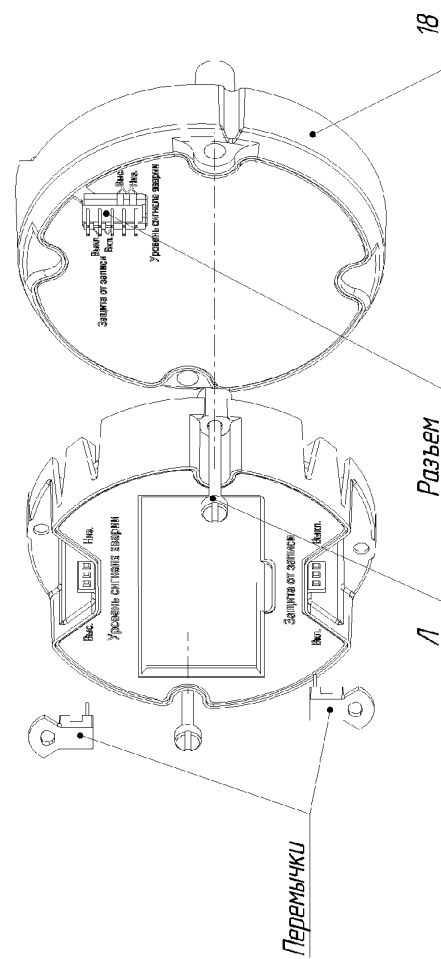

Рисунок 4 – Электронный преобразователь
Электронный преобразователь (рисунок 4) размещен внутри корпуса 10. Корпус закрыт крышками 5, 11, уплотненными резиновыми кольцами 17. Крышки датчиков взрывозащищенного исполнения Exd стопорятся скобами. 13. Корпус и крышки электронного преобразователя выполнены из алюминиевого сплава и покрыты полиуретановой краской. Датчик имеет клеммную колодку 6 для подсоединения жил кабеля, винт 12 для подсоединения экрана, в случае использования экранированного кабеля, узел внешнего заземления 8 для заземления корпуса, внешние кнопки «нуля» 15 и «диапазона» 16.
Блок регулирования «нуля» и «диапазона» предназначен для установки точек аналогового выходного сигнала 4 и 20 мА на выбранные значения давления. Элементами настройки являются кнопки «нуля» и «диапазона» (рисунок 4), расположенные на корпусе электронного преобразователя под табличкой.
1.3.3.2 На электронной плате расположены переключки, определяющие режим работы датчика при неисправности и режим защиты параметров настройки датчика (рисунок 4).
Электрическая схема электронного преобразователя позволяет осуществлять контроль выходного сигнала без разрыва сигнальной цепи. Цепь для подключения контрольного прибора выведена на клеммы тест «+» и «-» клеммной колодки (рисунок 4).